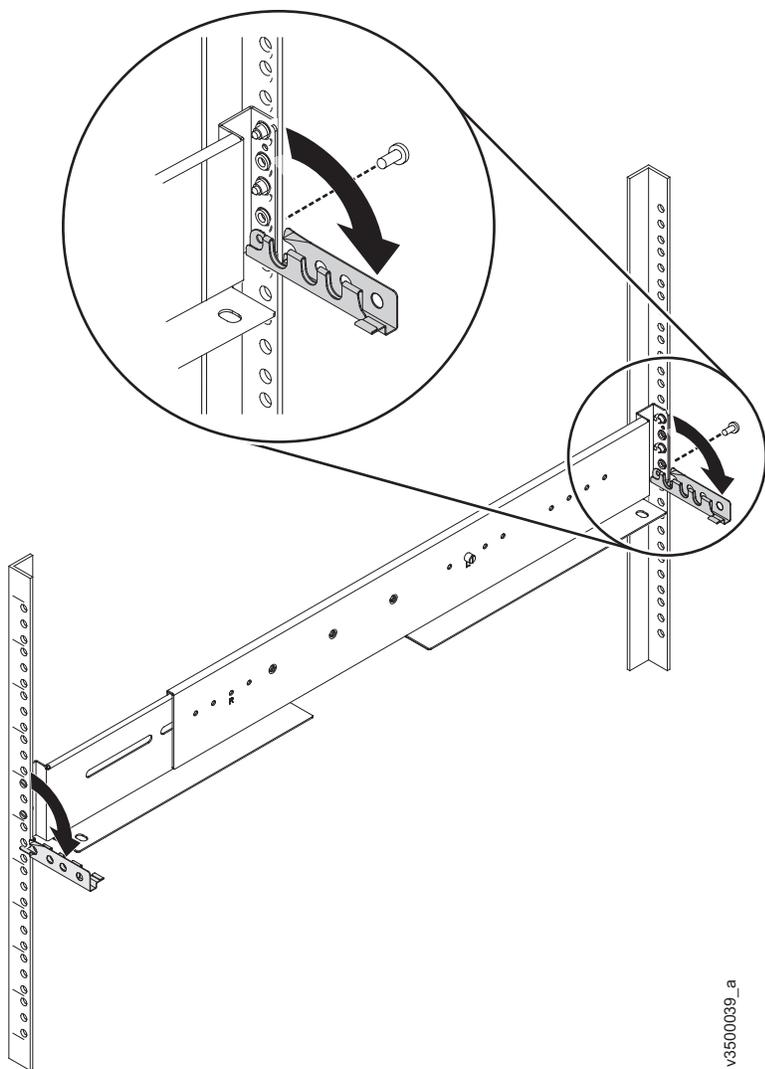

図 42. マウント・レールの開いた後部ヒンジ・ブラケット
9. ラック背面で、レールの後部ブラケットの下部の穴から固定用の M5 ねじを取り外し、後部ヒンジ・ブラケットを開きます ( 211 ページの図 42)。